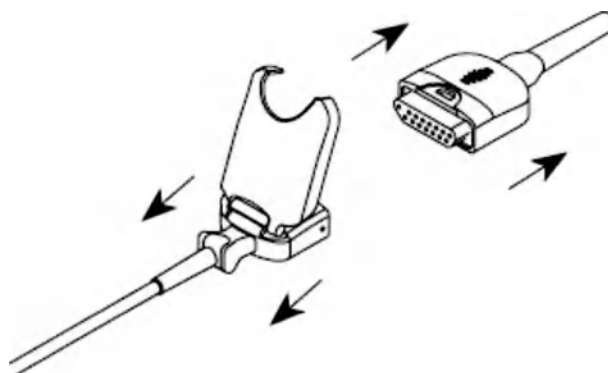

Рис. 5.1.64.
2. См. рис. 5.1.64. С усилием потяните за разъем датчика, чтобы извлечь его из разъема кабеля для подключения к пациенту.